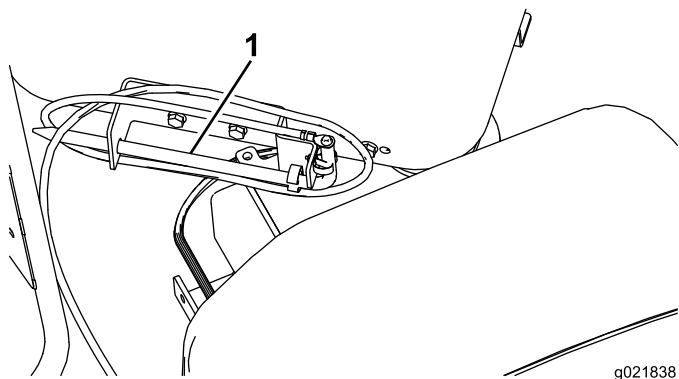

Figura 40
1. Retire la pica de tierra del soporte situado en el lateral de la plataforma del operador (Figura 40).
2. Baje el carro de perforación por el bastidor de perforación y rocíe la rosca del husillo con lubricante de roscas, luego suba el carro hasta el extremo superior del bastidor (Figura 40).